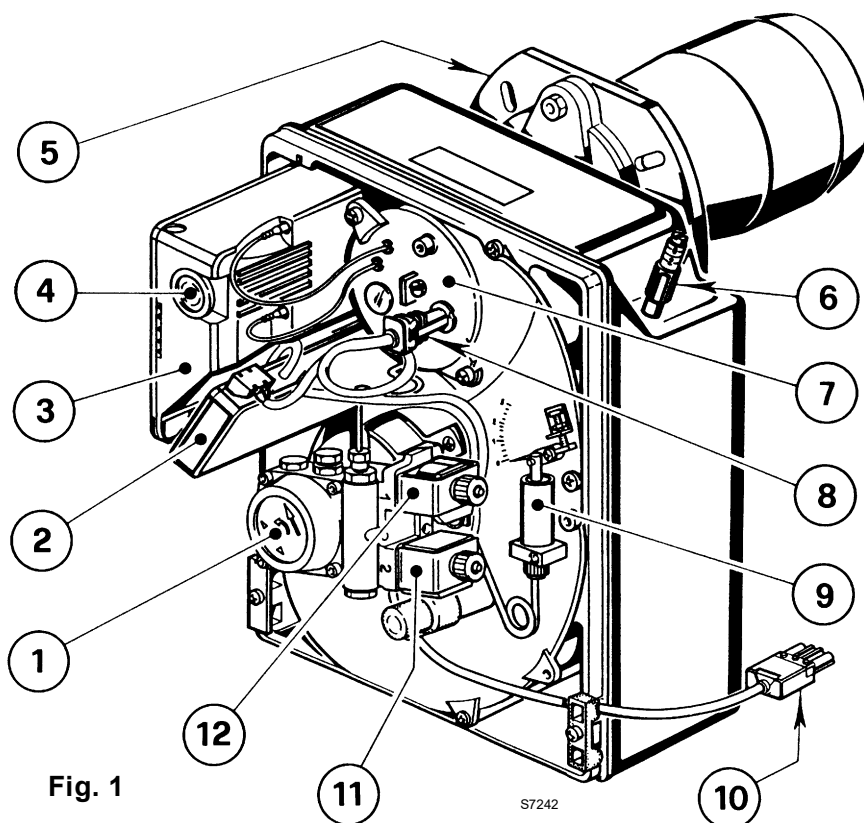

Fig. 1
B Wird durch die Kontrolllampe am Steuer- und Überwachungsgerät signalisiert (4, Abb. 1, S. 1).
- Die Reinigung des Flammenfühleres ausführen, (8, Abb. 1, Seite 1).
Nachfolgend finden Sie einige denkbare Ursachen und Abhilfemöglichkeiten für Störungen, die den Betrieb des Brenners beeinflussen oder einen nicht ordnungsgemäßen Betrieb des Brenners verursachen könnten. In den meisten Fällen führt eine Störung zum Aufleuchten der Kontrolleuchte in der Entstörtaste des Steuergeräts (4, Abb. 1, S. 1).